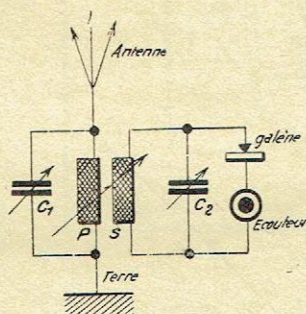

FIG. 13.
Terminons en indiquant que, de même qu'au chapitre précédent, on peut également faire un montage comme indiqué figure 13, en mettant le condensateur variable C , non en série avec la galette P,
d) *Influence de l'antenne.* — La longueur de l'antenne a une grosse influence sur la valeur de la galette P. Plus elle est grande, plus elle absorbe, pour ainsi dire, de spires à la galette P. Si nous revenons au schéma de la figure 13, nous remarquons que si l'antenne est très petite, 0 à 5 mètres, par exemple, la galette P aura sensiblement le même nombre de tours que la galette S. Mais si nous mettons une antenne